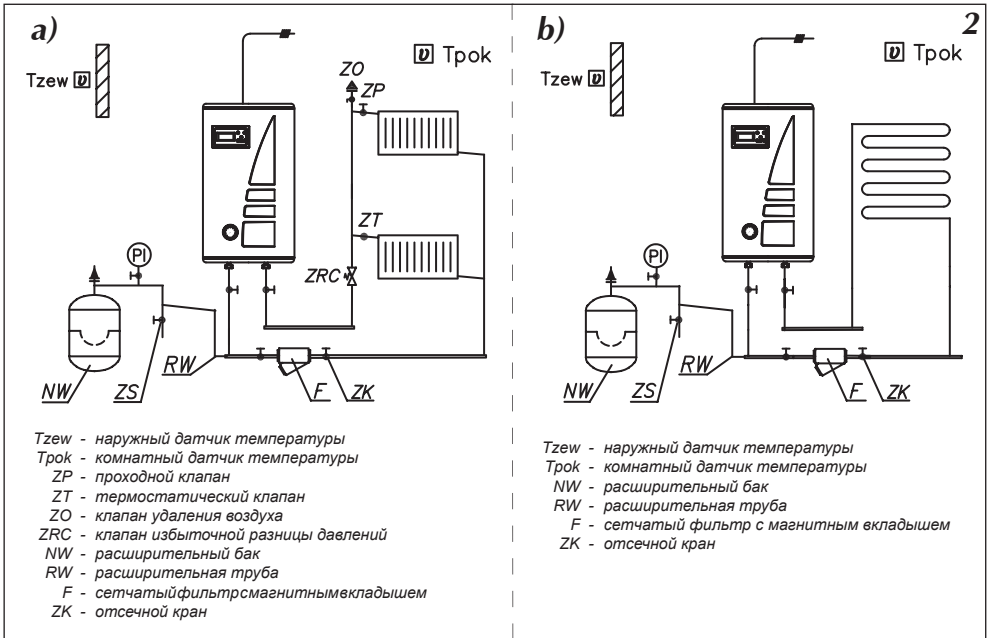
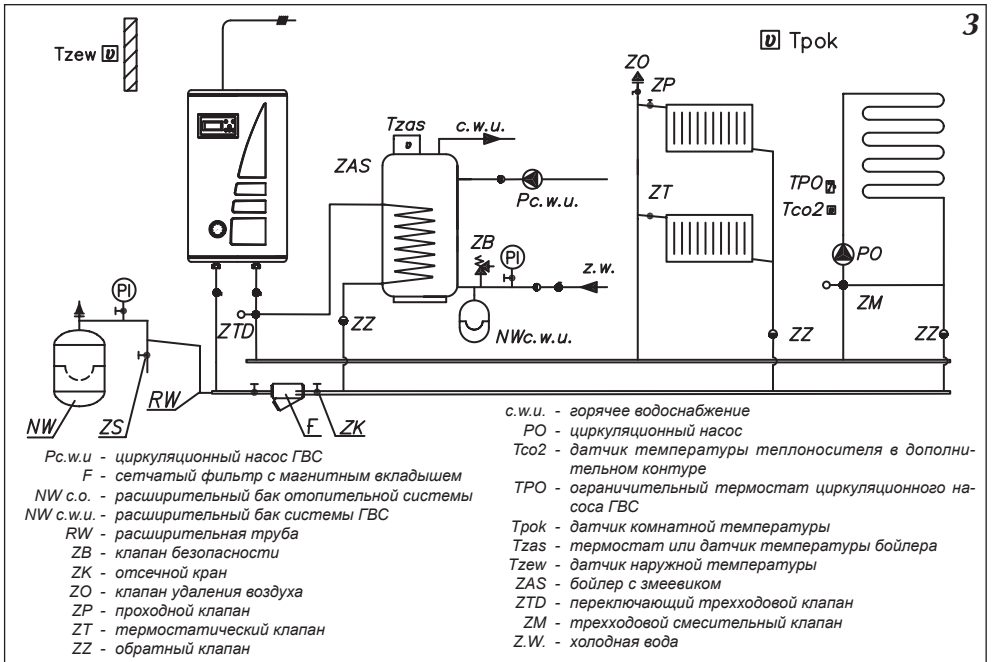
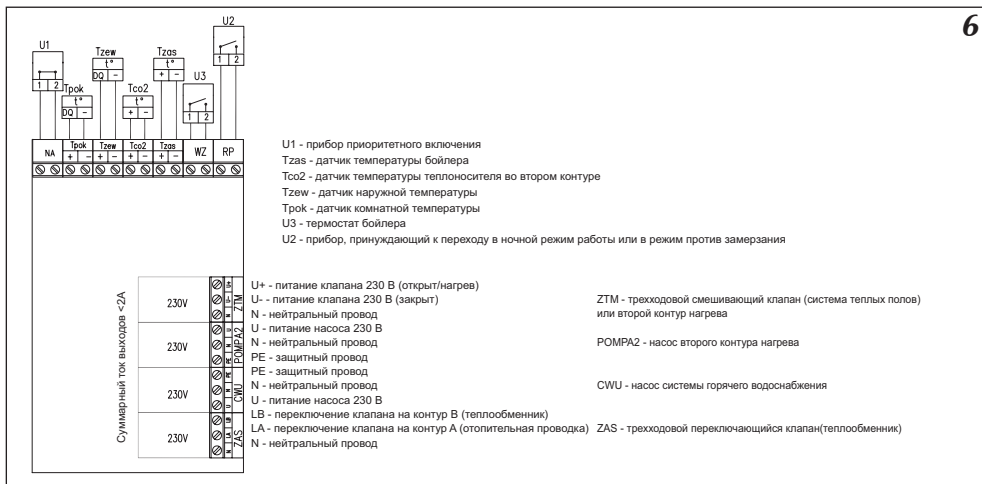

Рис.2 Примерная схема отопительной системы
Рис.3 Примерная схема отопительной системы – радиаторы, обогрев теплых полов, бойлер ГВС.
Рис.6 Подключение наружных устройств к плате ZIO.
2. Подключить котел к отопительной проводке, оснащенной отсечными кранами (рис.2 и рис.3).
- на модуле ZIO замкнуты клеммы NA (см. рис. 6),
К котлу EKCO.M1z можно подключить, в зависимости от потребности, ряд дополнительных приборов или необходимых датчиков (рис. 6).
К котлу ЕКСО.М можно подключить прибор приоритетного включения – например проточный водонагреватель (рис.6), который будет выключать нагрев котла. Это решение используется с целью ограничения потребления максимальной мощности. Приоритетный прибор должен иметь выход сигнального управления. **Прибор приоритетного включения подключается при помощи провода (напр. LIYY 2x0,14) к клеммам „NA” на плате ZIO. На клеммы „NA” запрещается подавать какое-либо напряжение! Перед подключением приоритетного прибора следует проверить имеет ли он выход сигнального управления. Если приоритетный прибор может управлять только сигналом напряжения, следует использовать соответствующее реле. Неиспользуемые клеммы NA следует оставить в замкнутом состоянии!**
Из этих двух способов можно выбрать один при помощи соответственной установки в сервисном меню. Способ подключения клемм термостата и датчика температуры в теплообменнике представлен на рис.6.
На электронном модуле рис.6 имеются клеммы ZAS. На клемму LB подается напряжение 230В в случае, если есть необходимость нагрева воды в теплообменнике. На клемму LA подается напряжение 230В в случае, если котел греет теплоноситель в отопительной проводке. К этим клеммам можно подключить трехходовой клапан, который будет переключать отопительный контур на запитку теплообменника. В случае запитки теплообменника температура теплоносителя стандартно устанавливается на уровне 80°С. Эту величину можно изменить в сервисном меню. Одним из рекомендованных компаний Kospel трехходовых клапанов является клапан VCZMH6000E с серводвигателем VC6012ZZ00 и кабелем 45900445-013В. Управление этим клапаном осуществляется подачей сетевого напряжения 230В~ на один из двух проводов – коричневый или черный. Синий провод следует подключить к нейтральному проводу сети питания. Подача питания на коричневый провод приведет к переключению клапана в положение, при котором открывается проход между входом "AB" и выходом "B". Подача питания на черный провод приведет к переключению клапана в положение, при котором открывается проход между входом "AB" и выходом "A". Обозначение входа "AB" и выходов "A", "B" нанесено на клапан.
На рис. 6 представлен способ подключения трехходового клапана к котлу. Принято, что выход горячего теплоносителя из котла подключен к входу „АВ” переключающегося клапана а выходы А и В служат соответственно для:
- Коричневый провод кабеля 45900445-013В подключить к клемме LB согласно рис. 6.
- Синий провод кабеля 45900445-013В подключить к клемме „N” согласно рис. 6.
Котел ЕКСО.М1z может управлять насосом системы горячего водоснабжения. Управление основано на включении или выключении этого насоса в зависимости от установленной суточной программы. Таким образом насос можно отключить, например на ночь. Насос подключается к плате ZIO согласно рис.6. Напряжение питания насоса – 230В.
Разъем ZTM на плате ZIO22 рис.6 служит для подключения смесительного клапана запитки второго контура (рис.3 кран ZM). Этот контур должен быть приспособлен для запитки более низкими температурами чем в отопительной системе. Например, если отопительный контур запитывается температурой 85°C (см „Сервисное меню” параметры WChG,WChG2, Tcomax и Tc2max), второй контур может служить для запитки системы Теплый пол максимальной температурой 60°C. В этом случае следует помнить о установке дополнительной защитной арматуры, предохраняющей от появления слишком высокой температуры во втором контуре. Для измерения температуры во втором контуре используется датчик типа WE-008.
На плате ZIO рис.6 имеется разъем RP, замыкание которого приводит к переходу котла в режим работы против замерзания или в ночной режим работы. Выбор одного из этих режимов осуществляется в сервисном меню. Также как и на разъем NA, на него нельзя подавать напряжение!